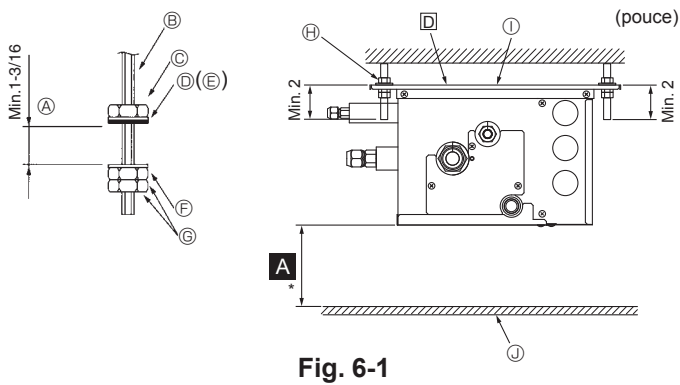

Fig. 6-1
- (2) Fixer les rondelles et les écrous (①, ②, à acheter localement) sur les boulons de suspension. (Fig. 6-1)
- (3) Accrocher l'appareil sur les boulons de suspension.
- (4) Serrer correctement les écrous (vérifier la hauteur de plafond).
- (5) Utiliser un niveau pour ajuster le boîtier de dérivation à l'horizontale.
- ① Une fois l'appareil suspendu et les écrous correctement fixés
- Ⓓ Rondelle (avec amortisseur) ①
- Ⓕ Rondelle (sans amortisseur) ②